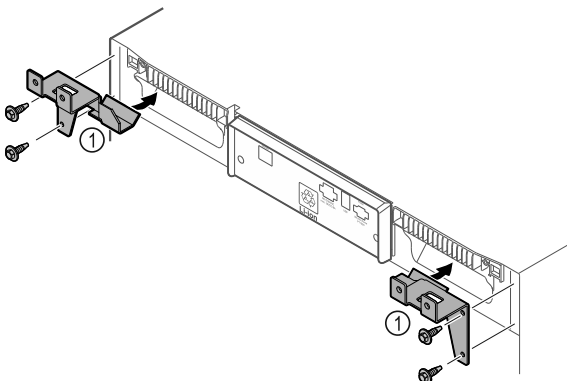

Fig. 12
- Monter les pièces de retenue Fig. 12 (1) sur l'appareil à l'aide de vis autotaraudeuses.